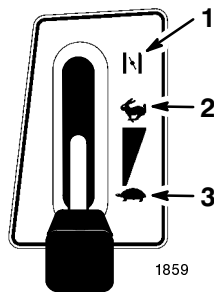

Bild 8
4. Stellen Sie den Gashebel auf Choke (Bild 8).
6. Schieben Sie den Gashebel, sobald der Motor angesprungen ist, langsam auf Schnell (Bild 8). Stellen Sie, wenn der Motor aussetzt oder unregelmäßig läuft, den Gashebel für ein paar Sekunden wieder zurück auf Choke. Stellen Sie dann den Gashebel auf Schnell. Wiederholen Sie diesen Vorgang nach Bedarf.
1. Stellen Sie den Gashebel auf Schnell (Bild 8).